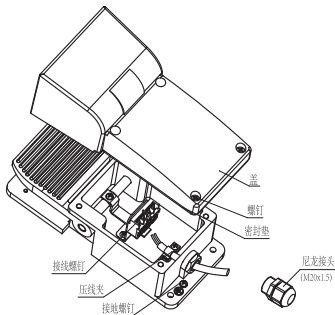
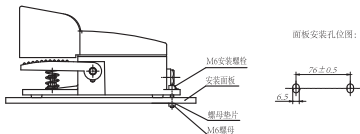

图2 布线示意图
图3 安装示意图
7.2.1 安装：松开盖螺钉→按图2接线→拧紧盖螺钉→按图3安装。